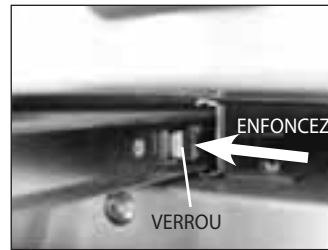

Fig. 20
- Enfoncez les verrous sur les côtés des glissières tout en tirant le ramasse-gouttes (Fig. 20).